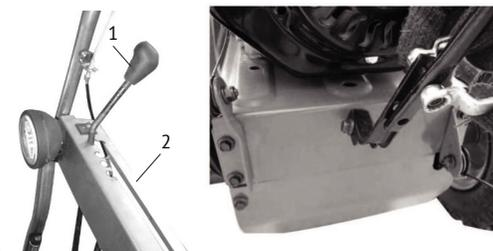

рис. 3
Рычаг переключения скоростей (рис.3 поз.1) устанавливается следующим образом:
- проденьте тягу через планку управления (рис.3 поз.2);
- другую сторону тяги зафиксируйте гайкой на планке переключения скоростей в нижней части снегоуборочника (рис. 3).